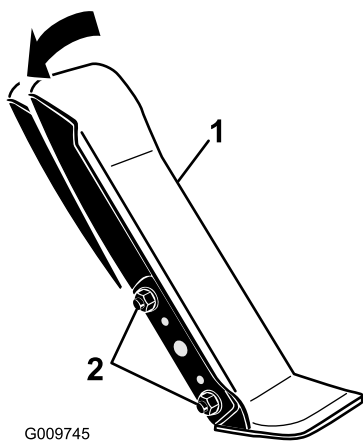

Рисунок 101
1. Ослабьте две гайки и болты крепления левой стороны педали управления тягой к кронштейну (**Рисунок 101**).
2. Поверните педаль под требуемым рабочим углом и затяните гайки (**Рисунок 101**).